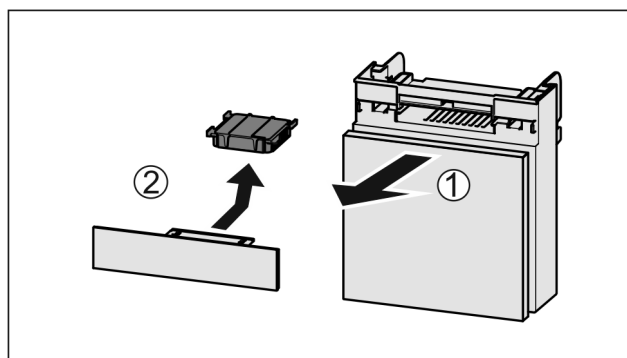

Fig. 122
- Zásuvku vytáhněte dopředu Fig. 122 (1).
- Filtr s aktivním uhlím vyjměte Fig. 122 (2).